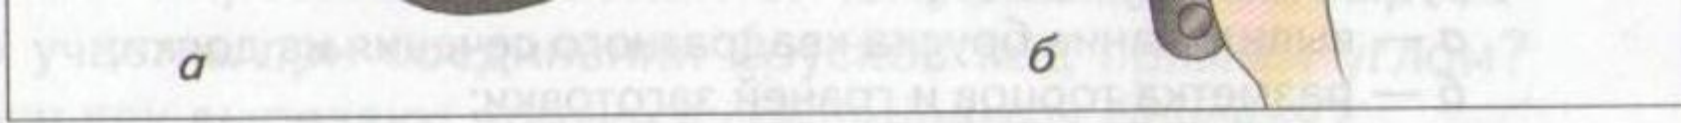

Рис. 2. Контроль диаметра круглой детали:
- Диаметр детали измеряют **кронциркулем** сначала на детали (рис. 2,*a*), а затем проверяют его по линейке (рис. 2,*б*)